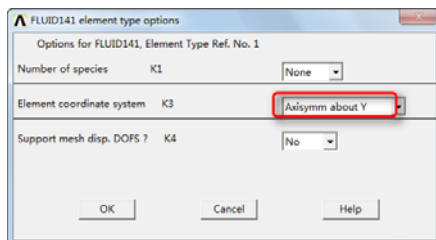

图 7-81 “FLUID141 element type options”对话框
④单击“Element Types”对话框中的“Options”按钮, 会弹出“FLUID141 element type options”对话框, 如图 7-81 所示, 在“Element coordinate system K3”选择列表中选择“Axisymm about Y”, 单击“OK”按钮关闭该对话框。
⑤单击“Close”按钮, 关闭“Element Types”对话框。